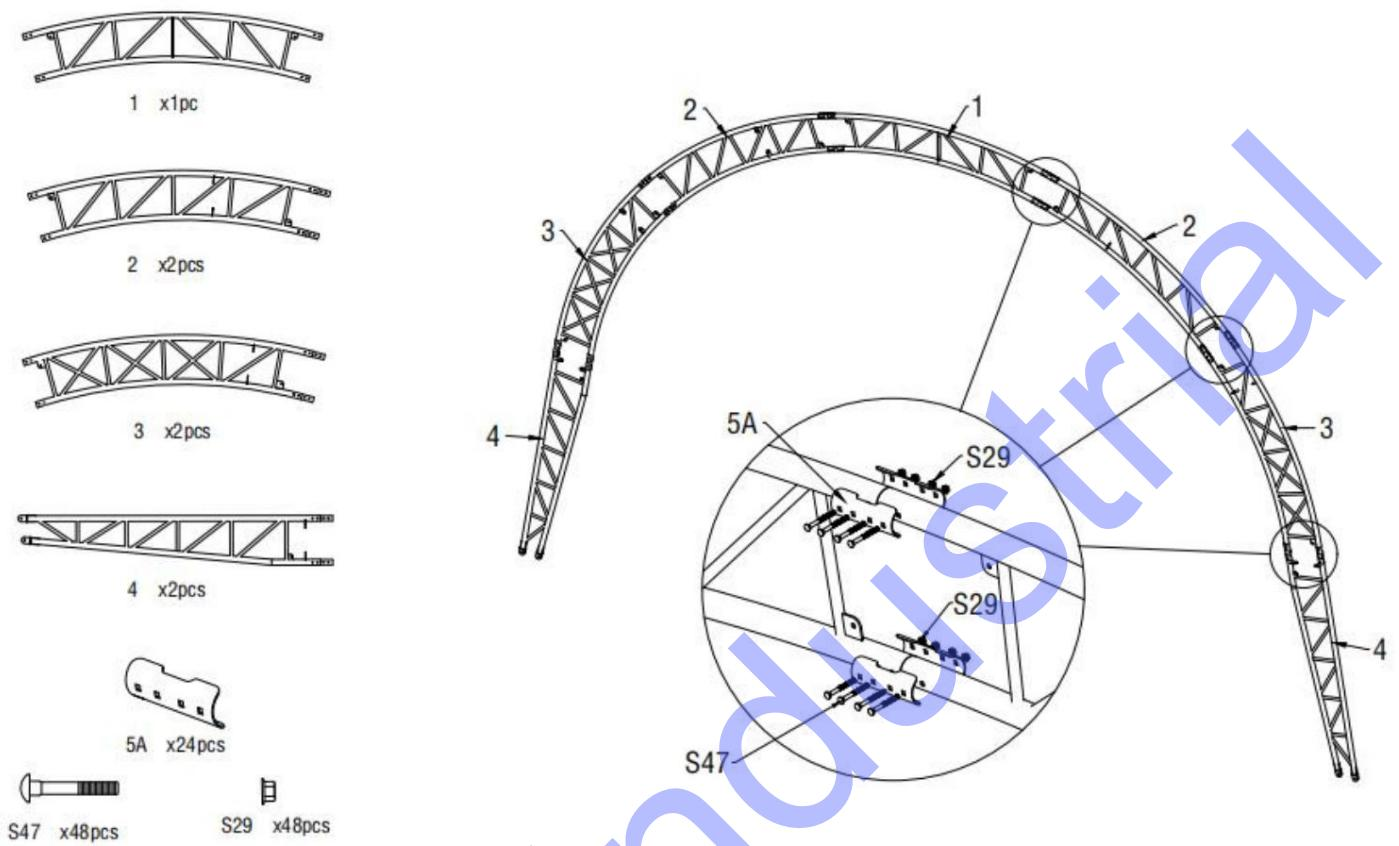

Figure 4
2. Comme illustré à la figure 4, repérez un tube de toit supérieur (n° 1), deux tubes de courbure supérieurs (n° 2), deux tubes de courbure centraux (n° 3) et deux tubes de courbure inférieurs (n° 4). Assemblez chaque arceau avec un boulon de carrosserie M8x70 (n° S47). N'installez PAS la vis sur le dessus de la ferme, là où reposera la toile.
Remarque : tube de toit supérieur, tube de courbure de toit et tube de courbure inférieur (n° 1A, 2A, 3 et 4A et 4B) qui sont soudées avec des plaques d'acier pour les portes avant et arrière sont différentes de l'arc central. (Figure 4)